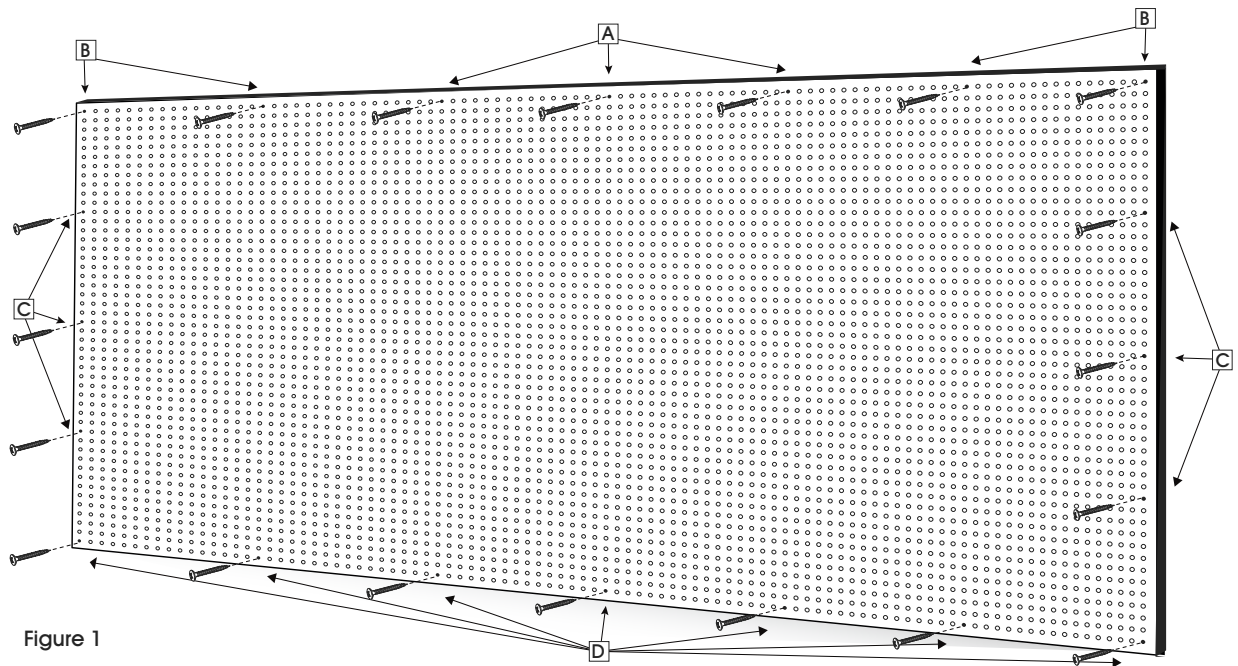

Figure 1
2. En maintenant le panneau perforé en place avec l'aide d'une autre personne, marquez les trous pour le fixer au mur. (Voir Figure 1)
FIXATION DU PANNEAU PERFORÉ (Voir Figure 1)